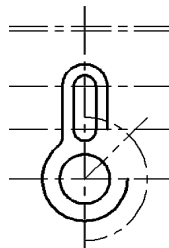

图 5-119 交换架的中部
(7) 单击“默认”选项卡“修改”面板中的“修剪”按钮 ，修剪 R34 圆。结果如图 5-119 所示。